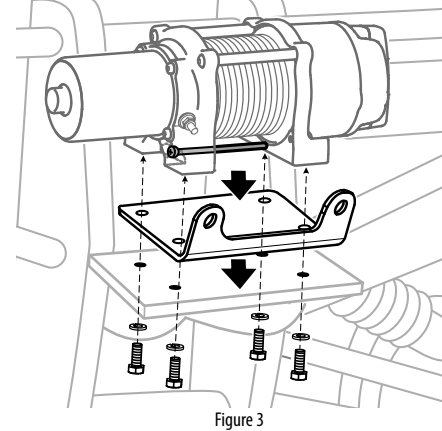

Figure 3
5. Installer les boulons et serrer à un couple de 16 N·m comme l'illustre la figure 3.